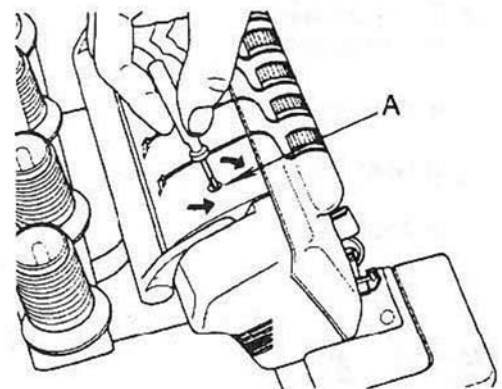
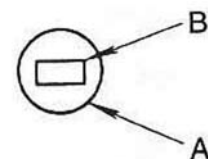

Fig. 40
Fig. 41
Introduisez le petit tournevis dans le trou situé sur le haut de la machine (Fig. 40). Vous y trouverez la vis de réglage de la pression (A). Assurez-vous que le tournevis entre dans la fente de la vis de réglage de la pression (B) (Fig. 41).
① Remarque :